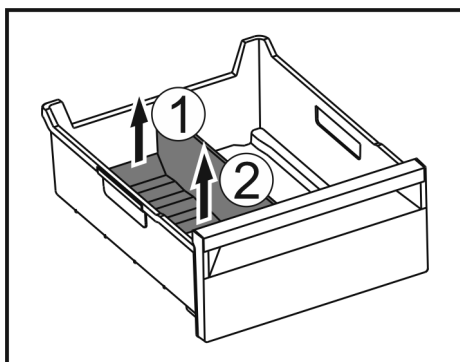

Fig. 184
- Løft den bageste del af frostrumsadskilleren. Fig. 184 (1)
- Tag frostrumsadskilleren op og ud. Fig. 184 (2)